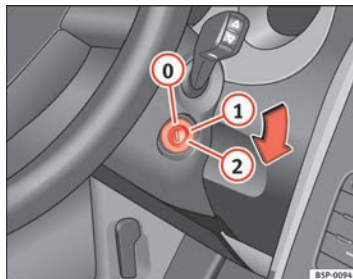

Fig. 118 Posições da chave da ignição
Nesta posição, ⇒ fig. 118 a ignição e o motor estão desligados, podendo bloquear a direcção.
- Rode a chave da ignição para a posição ⇒ **página 163, fig. 118**
- Rode a chave da ignição até à posição ⇒ página 163, fig. 118 0.